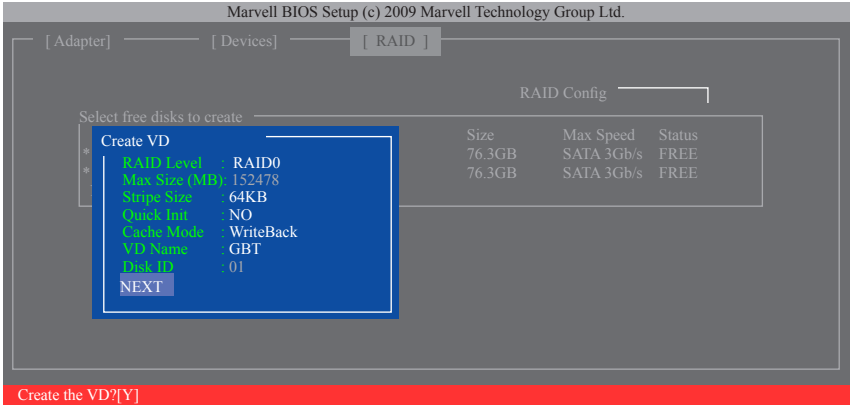

図 8
6. **NEXT:** 上の設定を完了した後、**NEXT** に移動して<Enter>を押しアレイの作成を開始します。確認を求められたら、<Y>を押して確認するか<N>を押してキャンセルします(図 8)。